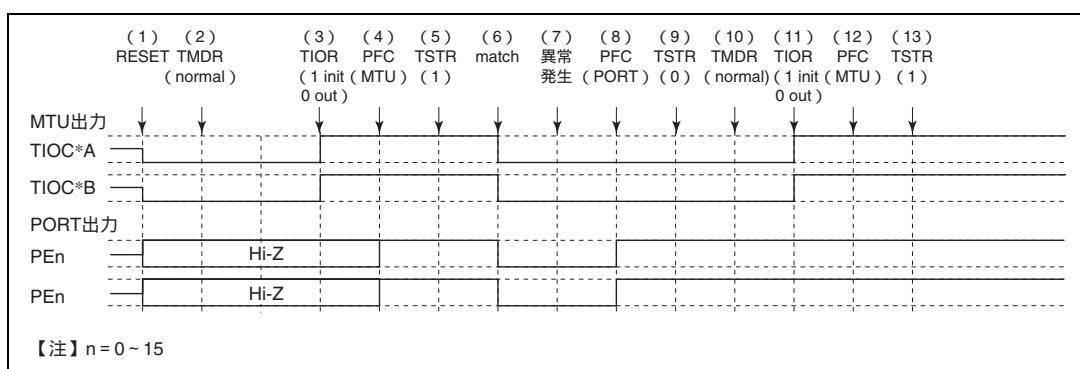

図 10.60 ノーマルモードで異常が発生し、ノーマルモードで復帰する場合
ノーマルモードで異常が発生し、再設定後ノーマルモードで再スタートする場合の説明図を図 10.60 に示します。
- (1) ~ (9) は図 10.60 と共通です。
- (10) PWMモード1を設定します。
- (11) TIORで端子を初期化してください (PWMモード1ではTIOC\*B側は初期化されません。初期化したい場合はノーマルモードで初期化した後、PWMモード1に遷移してください)。
- (12) PFCでMTU出力としてください。
- (13) TSTRで再スタートします。
(1) ~ (9) は図 10.60 と共通です。
(10) PWMモード2を設定します。
(11) TIORで端子を初期化してください(PWMモード2では周期レジスタの端子は初期化されません。初期化したい場合にはノーマルモードで初期化した後PWMモード2に遷移してください)。
(12) PFCでMTU出力としてください。
(13) TSTRで再スタートします。
- (10) 位相計数モードを設定します。
- (11) TIORで端子を初期化してください。